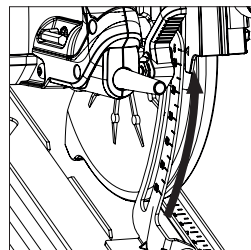

Abb. 10
(12) EINSTELLEN DER SCHNITTIEFE
- Lösen Sie die Verriegelung für die Einstellung der Schnitttiefe, indem Sie den Bedienhebel nach oben ziehen. **(Abb. 10)**